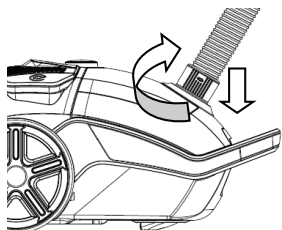

Рис. 1
Вирівняйте і вставте кінець всмоктувального шланга з байонетним замком (16) в отвір для всмоктувального шланга (4) на передній кришці й поверніть за годинниковою стрілкою, щоб щільно зафіксувати байонетний замок (рис. 1).